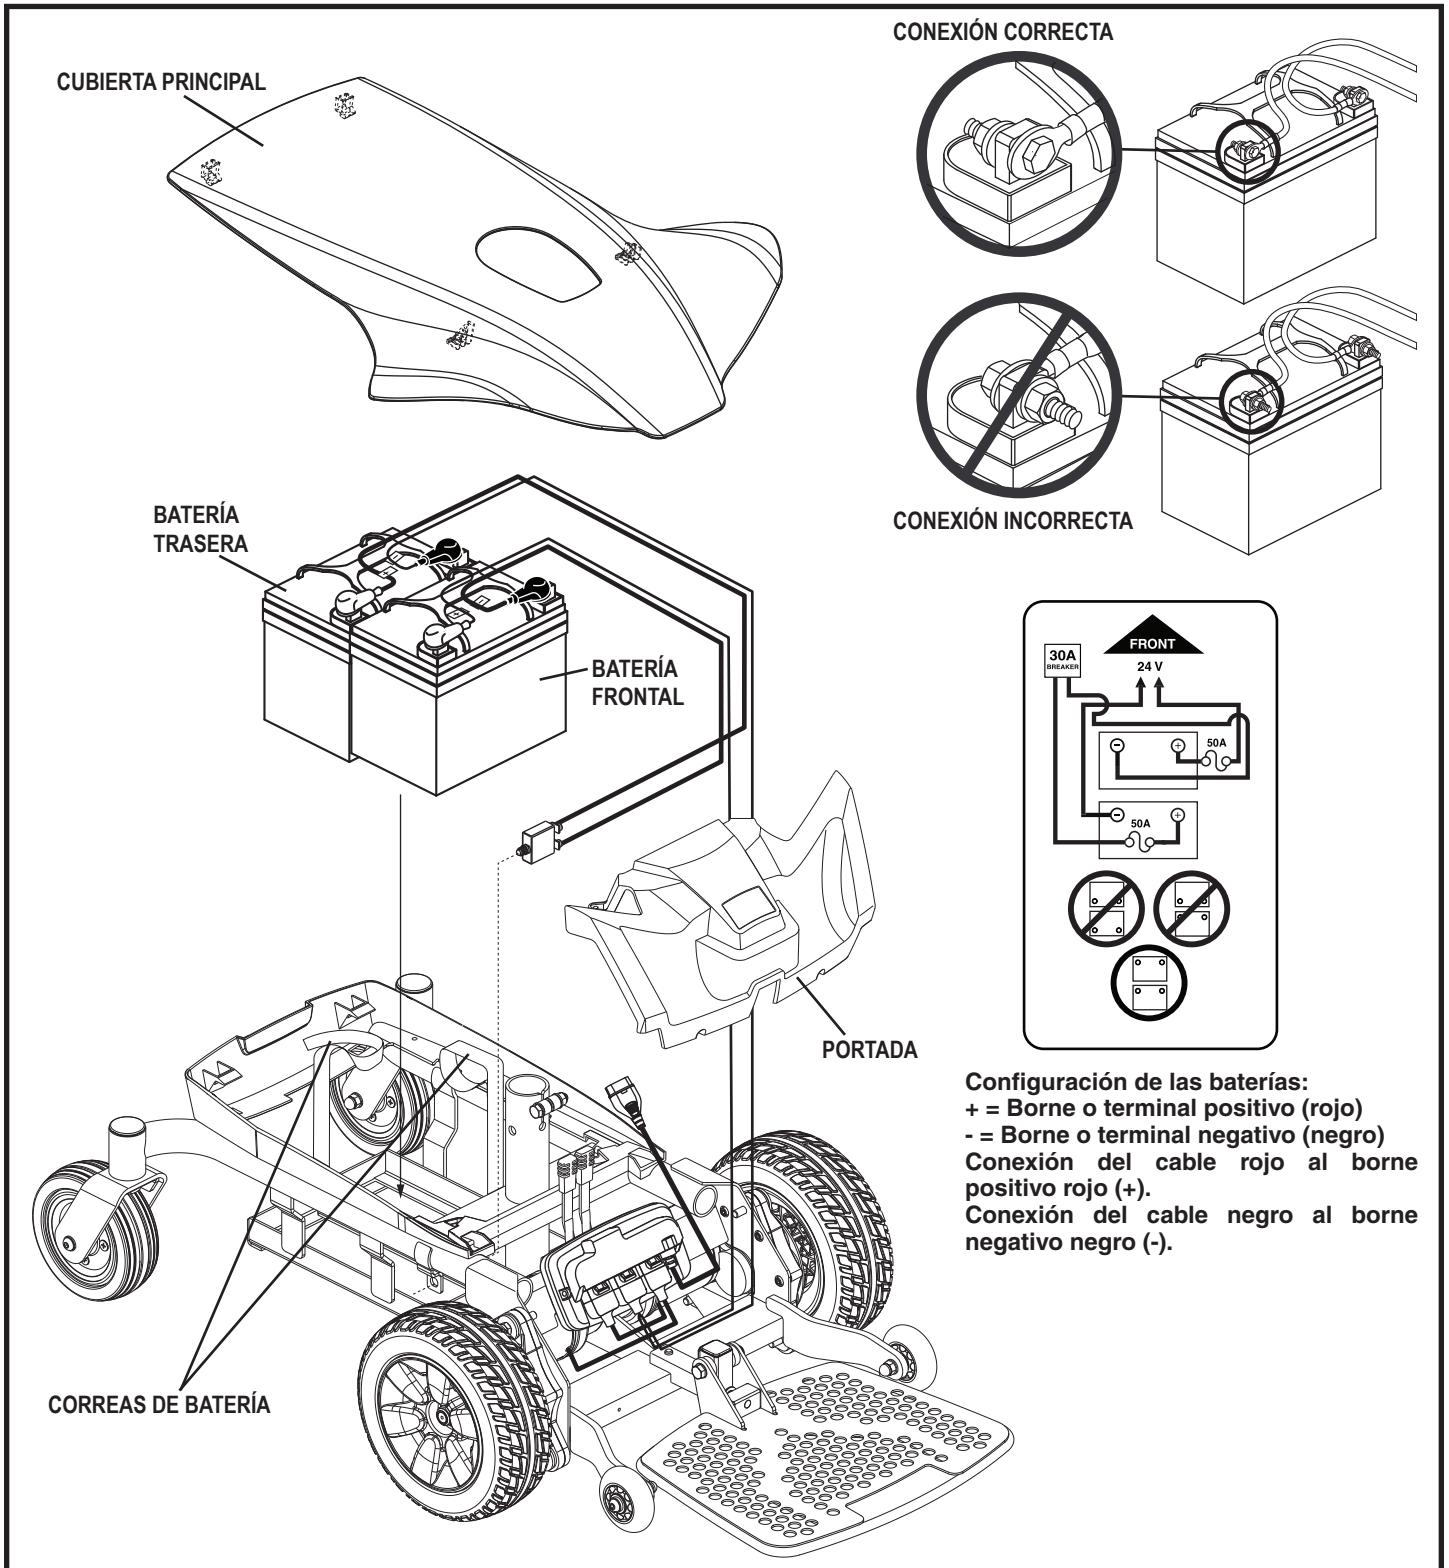

Figura 21. Instalación de la batería para jazzy Elite ES y Jazzy Elite ES-1 (asiento eliminado para mayor claridad)
4. Retire la cubierta principal levantando la parte posterior de la cubierta principal hasta que se desconecte de la cubierta del cuerpo. Una vez desconectada de la cubierta del cuerpo, deslice la cubierta principal hacia adelante hasta que las pestañas estén libres de la cubierta del cuerpo. Levante la cubierta hacia arriba y sobre el puesto del asiento. **Ver la Figura 21 o 22.**
5. Desfile la correa de la batería. **Ver la Figura 21 o 22.**
6. Desconecte los cables de la batería de los terminales de la batería de cada batería. **Ver la Figura 21 o 22.**
8. Instale las baterías nuevas en la bandeja de la batería. Asegúrese de que los terminales de cada batería se enfrenten al frente de la silla eléctrica. **Ver la Figura 21 o 22.**
9. Conecte el cable de la batería delantero a los terminales de la batería delantera de acuerdo con el diagrama de cableado de la batería. Asegúrese de que el hardware del terminal de la batería esté enfrentando la dirección correcta. **Ver la Figura 21 o 22.**
10. Conecte el cable de la batería trasera a los terminales de la batería trasera de acuerdo con el diagrama de cableado de la batería. Asegúrese de que el hardware del terminal de la batería esté enfrentando la dirección correcta. **Ver la Figura 21 o 22.**